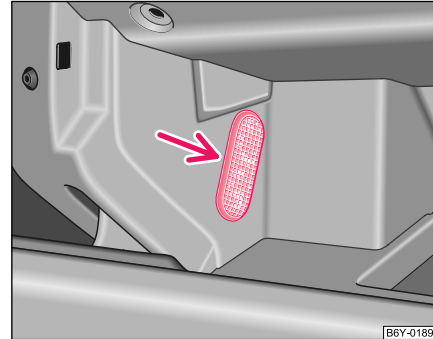

Abb. 161 Leuchte im Ablagefach auf der Beifahrerseite ausbauen
- Ein Messer oder Schraubendreher seitlich zwischen Leuchte und Ablagefach schieben ⇒ Abb. 161. Leuchte vorsichtig heraushebeln.